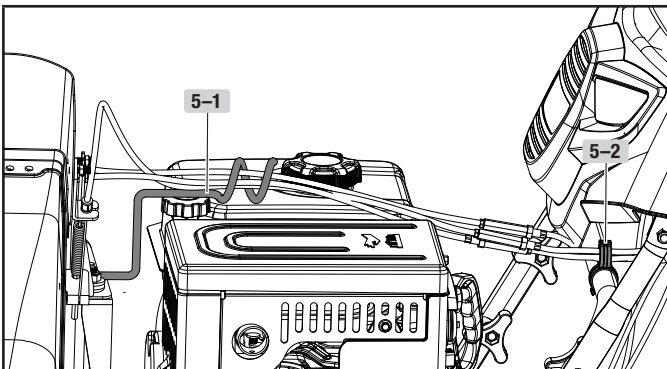

Figure 5
5. Faites passer les câbles à travers la forme bouclée de la tige (5-1) et le collier de serrage (5-2) sur la partie inférieure du guidon. Des attaches de câble supplémentaires sont incluses pour bien fixer les câbles. Ne serrez pas les attaches avant la première utilisation, puis ajustez au besoin. Une fois que vous êtes satisfait du positionnement correct des câbles, serrez toutes les attaches. (figure 5)